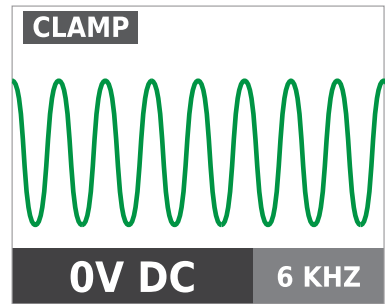

Figure 4.10a
2. Appuyez sur le mode de signal ÉLEVÉ pendant 2 secondes pour sélectionner le mode PINCE sur le transmetteur. Le mode pince génère un signal amplifié de 6 kHz afin de procurer des résultats de traçage supérieurs. L'écran du transmetteur doit apparaître tel que dans la figure 4.10a.